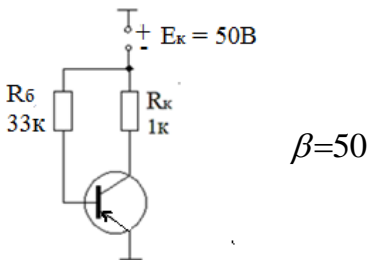

Рис. 2.8
8. Определить режим работы БТ для схемы на рис. 2.8.